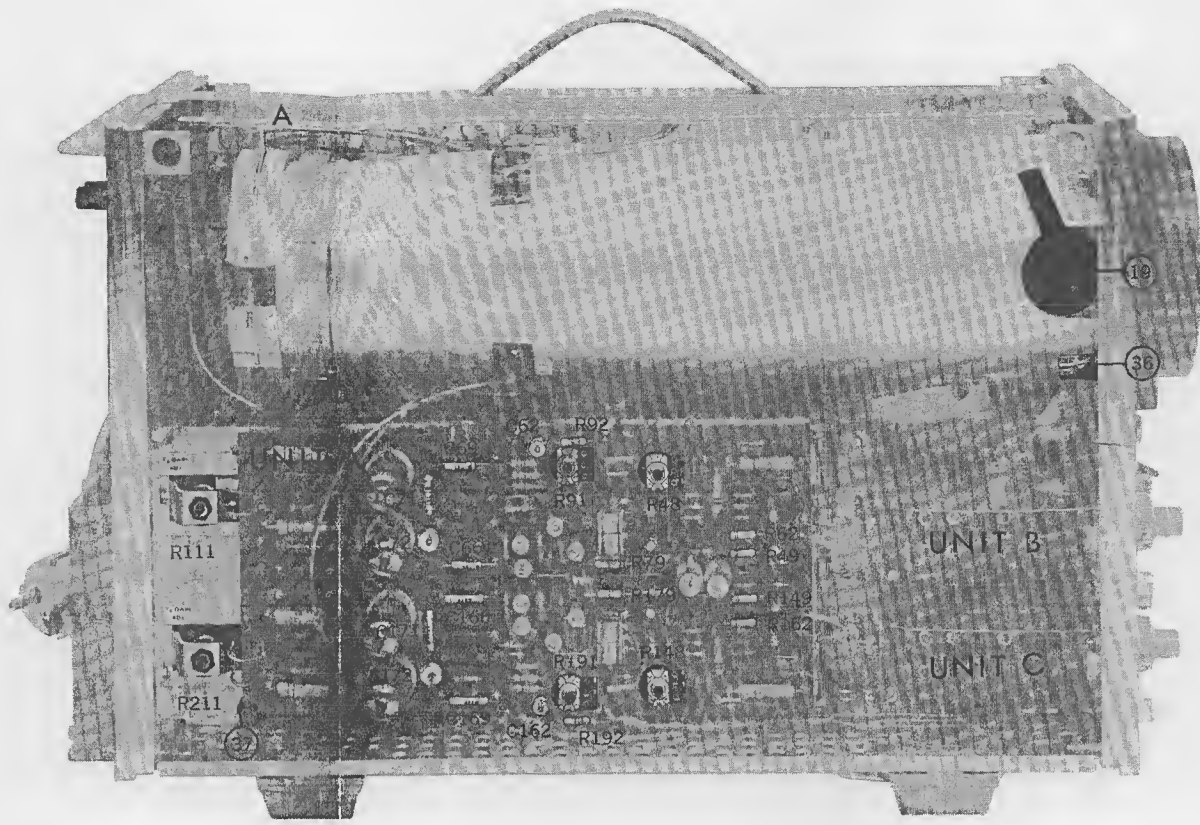

Fig. 6. Rechter-zijaanzicht
- Controleer of de beeldhoogte 5 divisies bedraagt. Eventueel instellen met behulp van R91 (R191) (fig. 6).